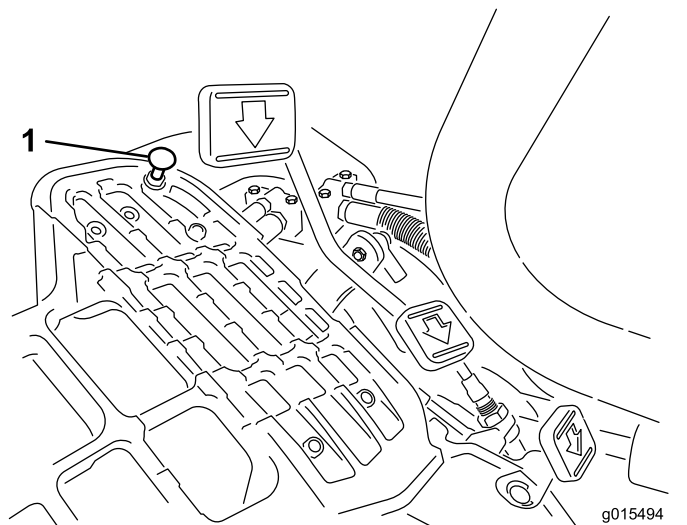

Figure 38
Pour obtenir la vitesse de transport maximale, placez le sélecteur de fonction en position TRANSPORT et appuyez sur la pédale de déplacement. Si la pédale arrive en butée (Figure 38) avant que la tension soit ressentie sur le câble, procédez au réglage suivant :
1. Placez le sélecteur de fonction à la position TRANSPORT et desserrez le contre-écrou qui fixe la butée de la pédale au plancher (Figure 38).